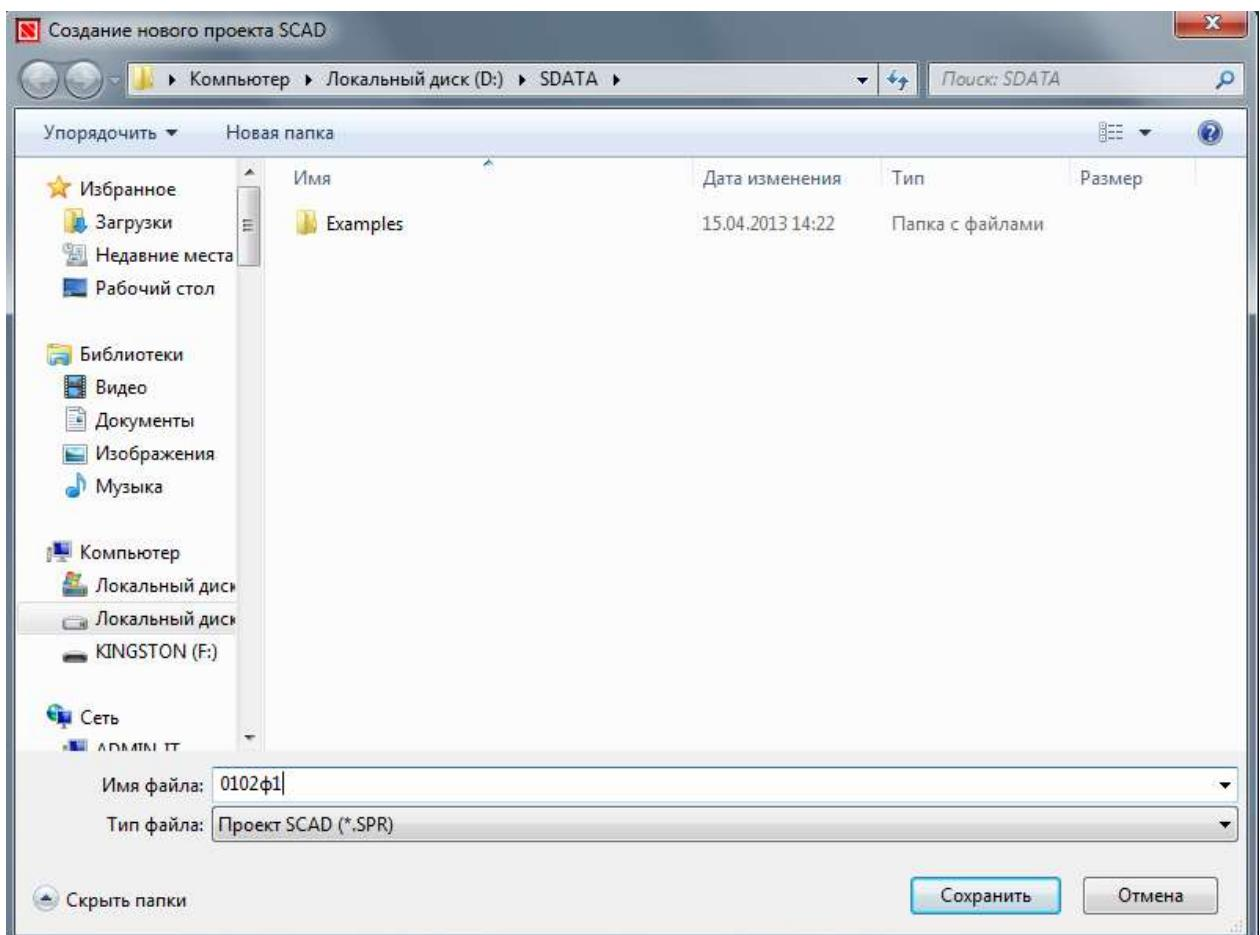

Рисунок 2.4- Диалоговое окно для сохранения файла с новым проектом
3. Далее для сохранения введенных данных о новом проекте курсор в диалоговом окне подводится к кнопке ОК и нажимается левая кнопка мыши. На экране появится окно Создание нового проекта SCAD, где в поле *Имя файла* необходимо ввести имя файла, содержащего будущий проект SCAD и нажать кнопку Сохранить (рис. 2.4). При этом файл будет сохранен (по умолчанию) в папке SDATA на диске C.